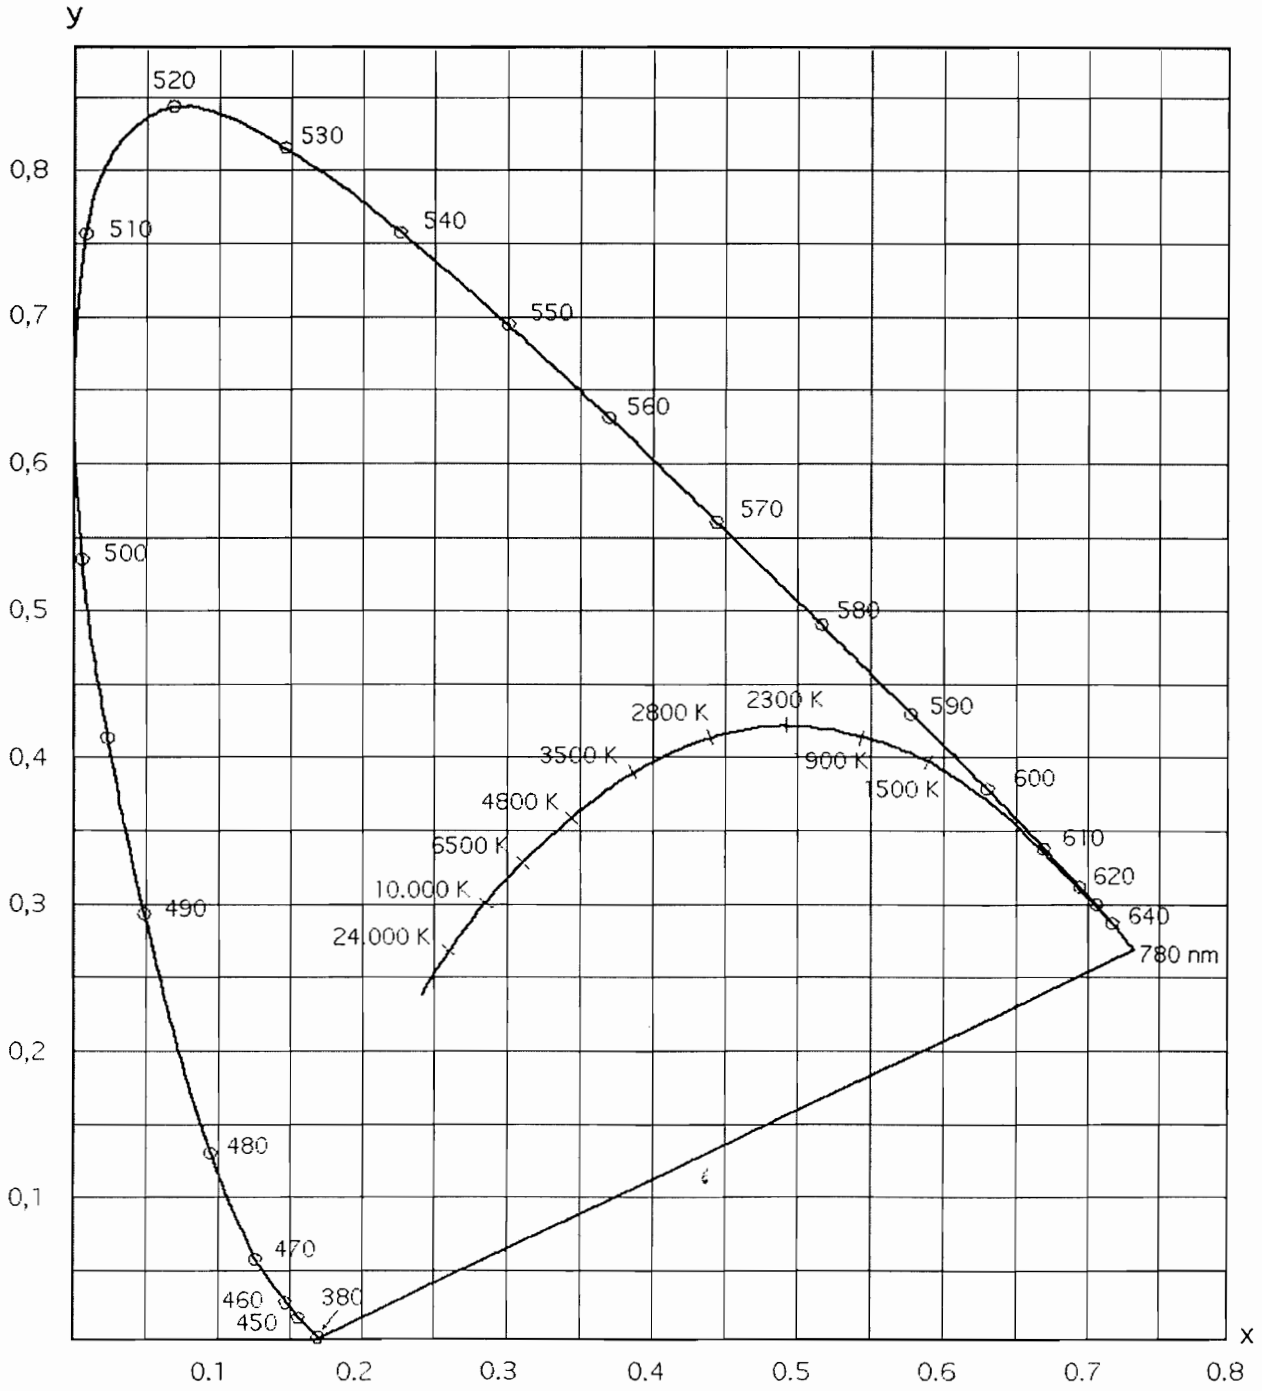

Figure 2 : diagramme de chromaticité
C.3.1. Sur le diagramme de chromaticité **À RENDRE AVEC LA COPIE (figure 2 de l'annexe)**, placer le point M correspondant aux coordonnées du Red 4, ainsi que l'illuminant D_{65} .